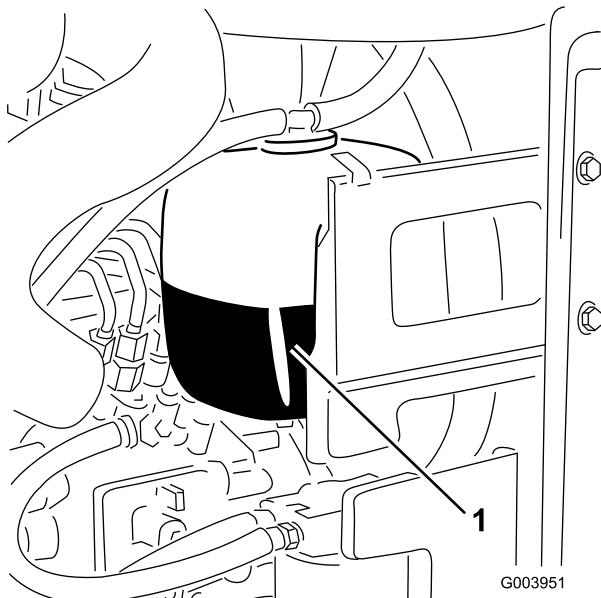

Figura 35
1. Controllate il livello di refrigerante nel serbatoio di espansione (Figura 35).